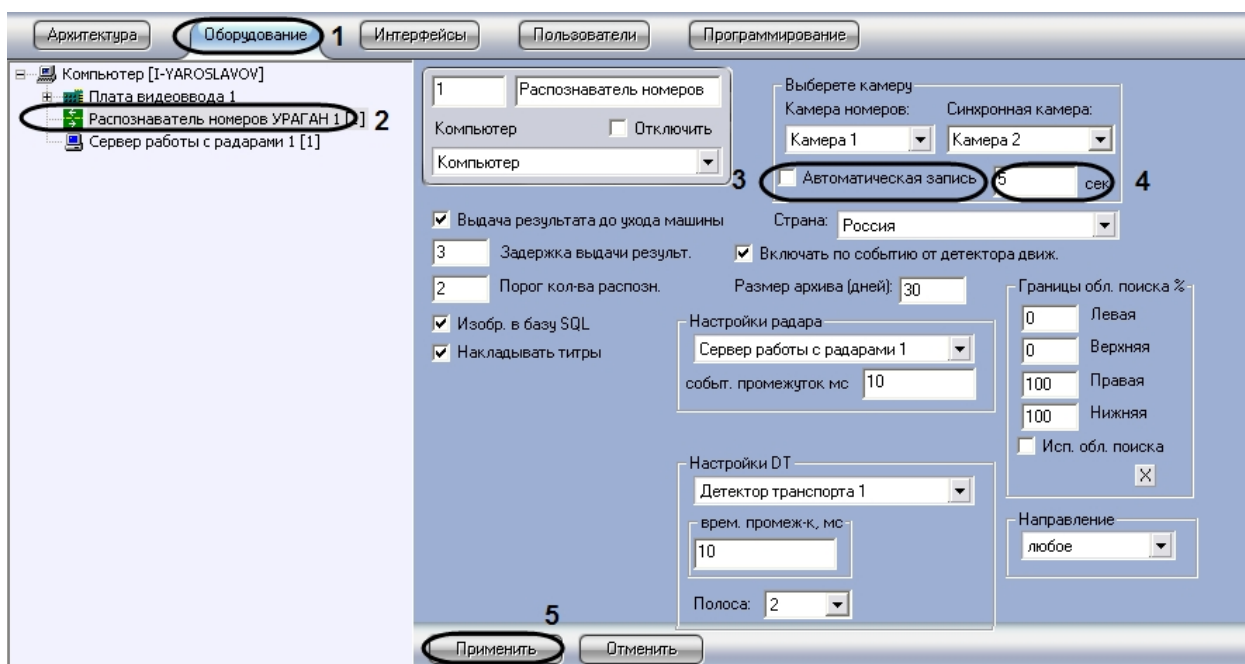

Рис. 27. Настройка параметров автоматической записи сигнала
2. В дереве объектов на вкладке «Оборудование» выбрать объект «Распознаватель номеров УРАГАН», соответствующий настраиваемому программному модулю «Ураган». В правой части вкладки «Оборудование» отобразится панель настройки выбранного объекта (см. Рис. 27).